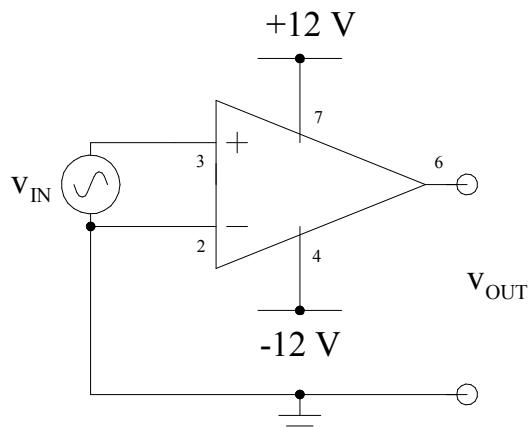

Figura 1: Amplificador operacional em malha aberta
- 3.1 Monte o circuito mostrado na Figura 1. Aplique um sinal senoidal de baixa frequência (sugestão 100 Hz) e com a menor amplitude possível na entrada. Tente medir o sinal de saída. Imprima e comente.